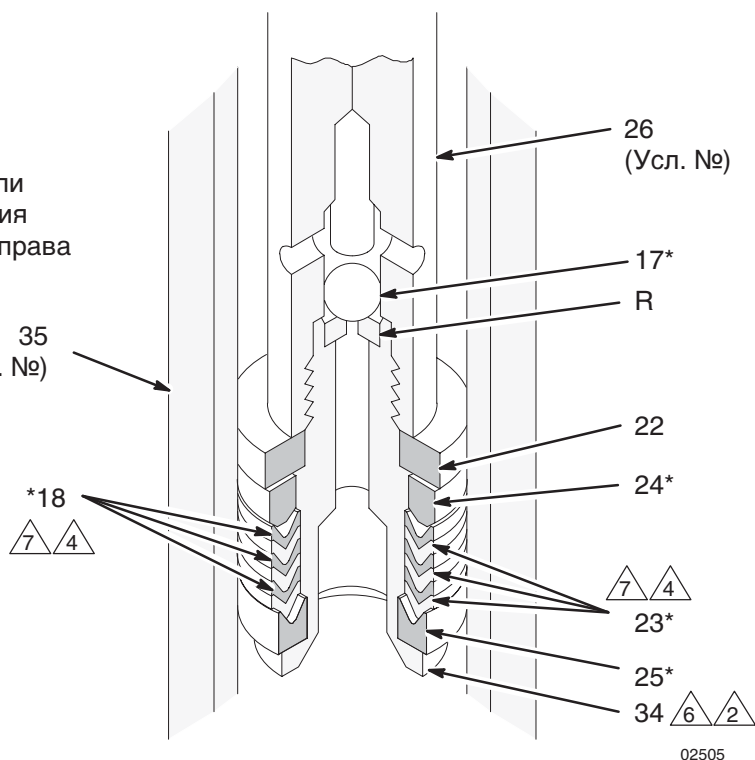

Рис. 5
При разборке насоса раскладывайте детали в порядке их снятия, чтобы облегчить последующую сборку. См. Рис. 5.
2. Отвинтите корпус впускного клапана (33) от корпуса выхода (35). Если снятие затруднено, нанесите пропиточное масло спринцовкой на резьбу и *слегка* постучите по окружности корпуса клапана пластмассовым молотком, чтобы ослабить его. См. Рис. 5.
3. Снимите шпильку (29) шарового упора, извлеките фиксатор (31) кольцевого уплотнения, кольцевое уплотнение (30), направляющую (32) и шар (28) из корпуса (33) впускного клапана.
4. Ослабьте гайку уплотнения (36). Сдвиньте шток поршня (26) как можно ниже, затем извлеките его через нижнюю часть корпуса выхода (35).
5. Зажмите фаски штока поршня (26) в тисках. Вывинтите палец поршня (34) из штока. Снимите шар (17), фиксатор (22), уплотнения (18, 23) и сальники (24, 25).
6. Снимите гайку уплотнения (36), извлеките уплотнения горловины (18, 23) и сальники (24, 25) из корпуса выхода (35).
7. Осмотрите все детали на наличие повреждений. Перед повторной сборкой очистите все детали и резьбу с помощью подходящего растворителя. Осмотрите полированные поверхности штока поршня (26) и гильзы (20) на наличие царапин, задиоров и иных повреждений, способных привести к преждевременному износу уплотнения и к утечкам. Для проверки проведите пальцем по поверхности или осмотрите ее на свет, держа деталь под углом. Убедитесь, что на седлах шара на поршне (R) и корпусе впускного клапана (S) нет вмятин или сколов. Замените изношенные или поврежденные детали.
1. Смажьте уплотнения горловины и установите их в корпус выхода (35) поочередно в следующем порядке; *кромки v-образных уплотнений должны быть направлены вниз*: уплотнение с выступом (24*), одно кожаное v-образное уплотнение (18*), одно тефлоновое (23*), затем снова одно кожаное (18*), одно тефлоновое (23*), одно кожаное (18*) и одно тефлоновое (23*), и наконец уплотнение с выемкой (25*). Установите гайку уплотнения (36), не затягивая ее. См. детали уплотнения горловины на Рис. 5.
2. Если гильза (20) снималась, снова установите ее в корпус выхода (35); не забудьте заменить прокладку (19*). *Убедитесь, что конусообразный конец гильзы направлен вниз ко входу насоса.*
3. Смажьте уплотнения поршня и поочередно установите их на палец поршня (34) в следующем порядке; *кромки v-образных уплотнений должны быть направлены вверх*: уплотнение с выемкой (25*), одно тефлоновое v-образное уплотнение (23*), одно кожаное (18*), затем снова одно тефлоновое (23*), одно кожаное (18*), одно тефлоновое (23*) и одно кожаное (18*), и наконец уплотнение с выступом (24*) и фиксатор уплотнения (22). См. детали уплотнения поршня на Рис. 5.
4. Нанесете герметик для резьбы на палец поршня (34). Установите шар поршня (17*) на поршень и винтите поршневой клапан в сборе в шток поршня (26). Затяните его усилием в 74–88 Нм.
5. Пропустите шток поршня (26) через нижнюю часть корпуса выхода (35); будьте осторожны, чтобы не поцарапать гильзу (20). Перемещайте шток прямо вверх, пока он не выступит из гайки уплотнения (36).
6. Установите шар (28*), направляющую (32), кольцевое уплотнение (30*), фиксатор (31) и шпильку (29) шарового упора в корпус (33) впускного клапана. Нанесите герметик для резьбы и винтите корпус входа в корпус выхода (35). Затяните его усилием в 74–88 Нм.